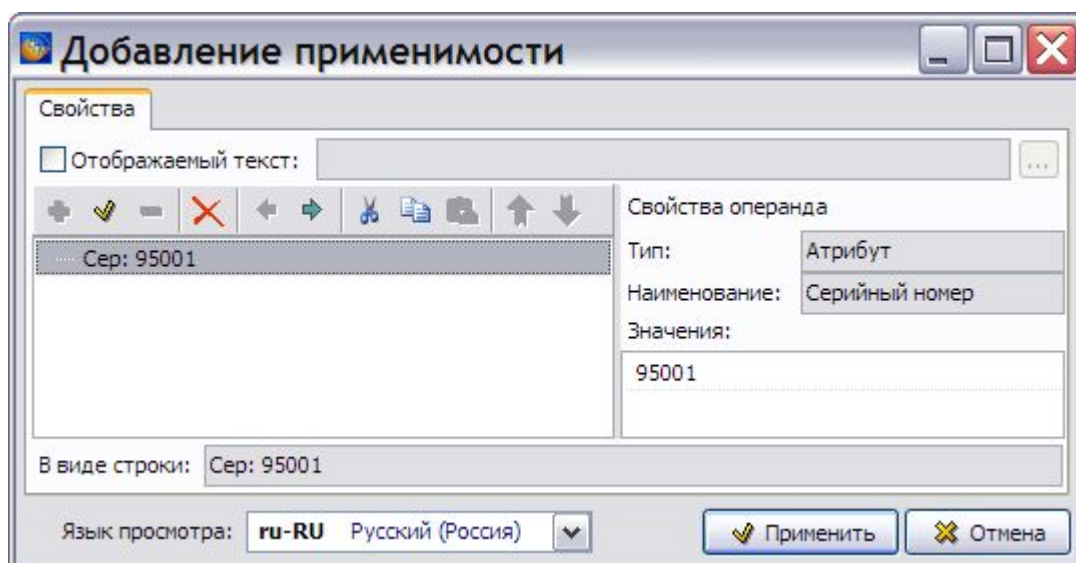

Рис. 10.21
5. Укажите применимость. Пример показан на Рис. 10.21.